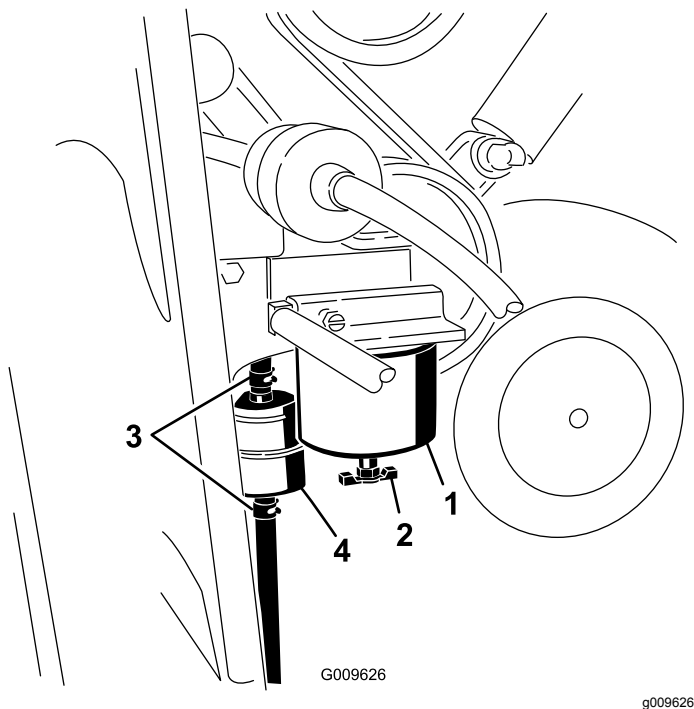

Figura 35
3. Localice el filtro de combustible en el lado derecho del motor (Figura 35), y coloque debajo un recipiente limpio.
- Localice los filtros de combustible en el lado derecho del motor (Figura 35), y coloque debajo un recipiente limpio.
- Limpie la zona de montaje del cartucho del filtro (Figura 35).
- Retire el cartucho del filtro y limpie la superficie de montaje (Figura 35).
- Instale el cartucho del filtro a mano hasta que la junta entre en contacto con la superficie de montaje, luego gírelo media vuelta más (Figura 35).
- Localice el filtro en línea situado a la izquierda del cartucho del filtro de combustible (Figura 35) y observe la flecha de sentido de flujo impresa en el lateral del filtro en línea.
- Abra las abrazaderas de cada extremo del filtro en línea y retire las mangueras del mismo (Figura 35). Deseche el filtro.
- Deslice las mangueras sobre el extremo de un filtro nuevo (Figura 35), asegurándose de que la flecha del filtro apunta hacia el motor o la bomba de combustible eléctrica.